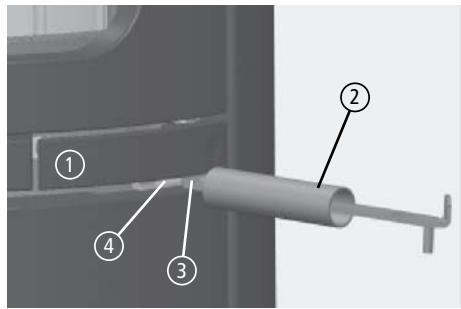

Fig. 5.2 Poignée de porte et poignée de commande
Le VISPA peut être ouvert avec la poignée de commande amovible ② (« main froide »). Pour cela, la courte tige plate ③ de cette poignée de commande est insérée dans l'encoche située sous la poignée de porte ④ (voir Fig. 5.2).